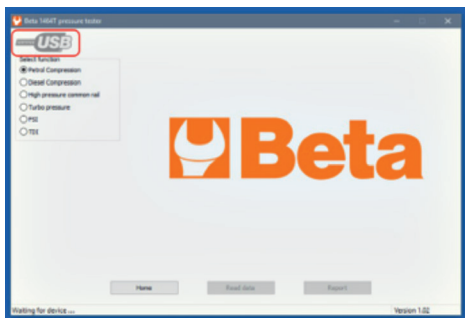
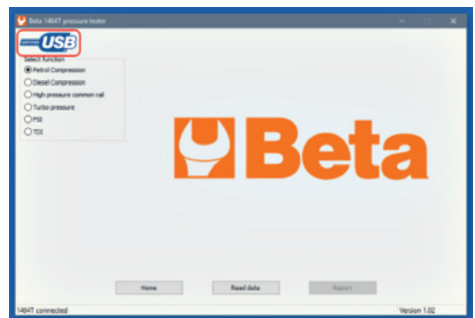

Fig. 2 (testeur 1464T non connecté)
Fig. 3 (testeur 1464T connecté)
- Le logo USB dans le coin en haut à gauche indique que le testeur 1464T a été relevé. Cf. fig. 2 et fig. 3.